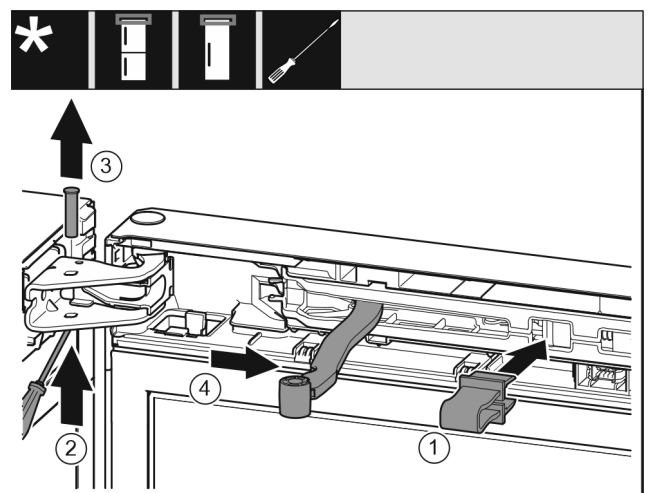

Fig. 10
- ▶ Sicherung *Fig. 10 (1)* in Öffnung einrasten.
- ▶ Bolzen *Fig. 10 (2)* herauschieben.
- ▶ Bolzen *Fig. 10 (3)* nach oben herausnehmen.
- ▶ Gelenk *Fig. 10 (4)* in Richtung Tür drehen.